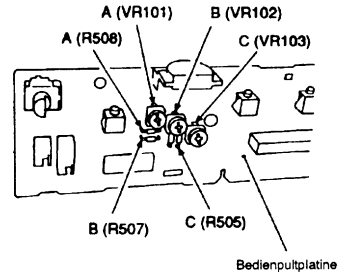

Bild 3-47A (FC330)
- 4) Am Kopierer FC330, VR101 (A zwischen den Klemmen von VR101 und R508) und VR102 (B zwischen den Klemmen von VR102 und R507) justieren (siehe Bild 3-47A).